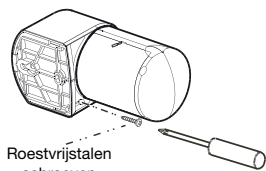

Fig. 13
1. Verwijder de schroef waarmee het beslag is bevestigd. Fig. 13